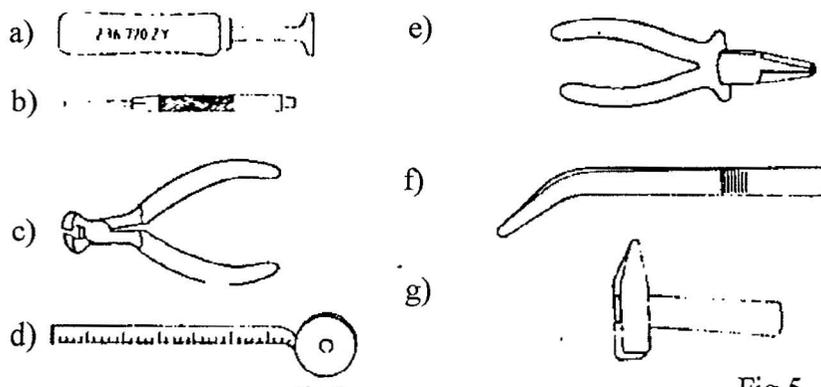

Fig.5
4.3.1 Attrezzi necessari (vd. 4.2.1 e fig. 5)